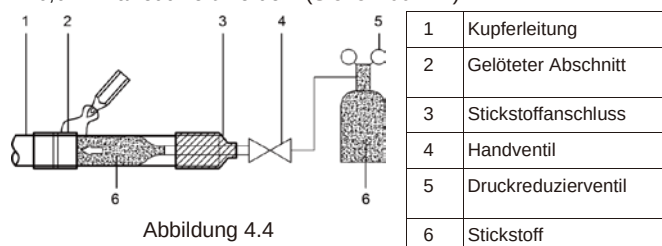

Abbildung 4.4
- Wird das Rohr während des Schweißens mit Stickstoff gefüllt, muss der Stickstoff mit dem Druckablassventil auf 0,02 MPa reduziert werden. (Siehe Abb. 4.4)